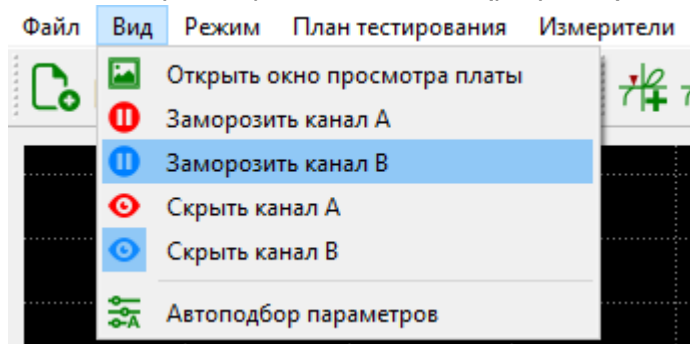

Рисунок 9. Элемент интерфейса - сравнение
- Для фиксации ВАХ, на основном экране, воспользуйтесь кнопками заморозки   или перейдите во вкладку "Вид" и нажмите кнопку "Заморозить канал A/B" (рисунок 9).